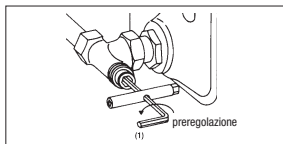

Fig.4 Preregolazione del detettore a servizio del radiatore
3. Ora prerregolare l'otturatore conico con una chiave esagonale CH 6 (6mm) (1) ruotando in senso antiorario a seconda del numero di giri selezionati sul diagramma (Fig.4).